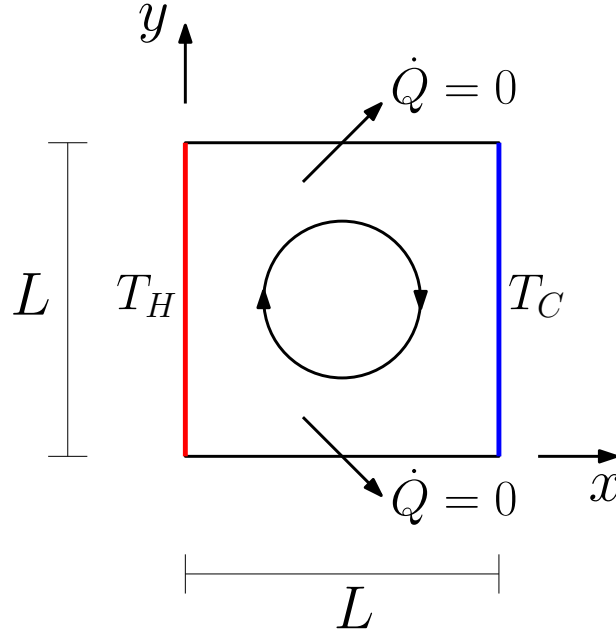

Figura 1: Convecção Natural.
**Problema 1.** *Natural convection.* Vamos resolver o problema convecção natural bidimensional de um fluido newtoniano em uma cavidade quadrada, usando a aproximação de Boussinesq. A cavidade possui lado  $L$ , como mostra a figura 1. A parede esquerda está a uma temperatura  $T_H$  e a parede direita a  $T_C$ , com  $T_H > T_C$ . As paredes de cima e de baixo são isoladas termicamente, ou seja,  $-k \frac{\partial T}{\partial n} = 0$ . A aceleração gravitacional está no sentido negativo de  $y$ . Neste caso o escoamento é laminar.